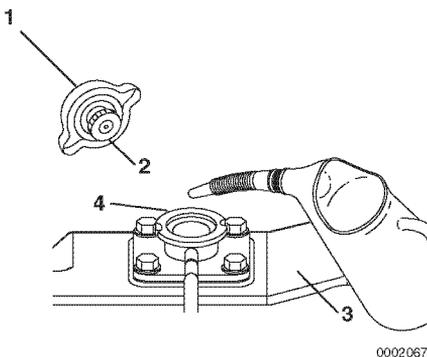

Abbildung 7
2. Füllstutzendeckel (Abbildung 7, (1)) am Wärmetauscher (Abbildung 7, (3)) durch Drehen des Deckels um eine Drittelumdrehung entgegen dem Uhrzeigersinn entfernen.
3. Langsam Kühlmittel in Wärmetauscher (Abbildung 7, (3)) füllen, sodass sich keine Luftblasen bilden.
4. Nach dem Befüllen mit Kühlmittel Füllstutzendeckel aufsetzen und fest anziehen (Abbildung 7, (1)). Andernfalls kann Kühlmittel austreten. Zum Einsetzen des Deckels Laschen (Abbildung 7, (2)) an der Unterseite des Deckels mit den Aussparungen (Abbildung 7, (3)) am Füllstutzen ausrichten und um eine Drittelumdrehung drehen.